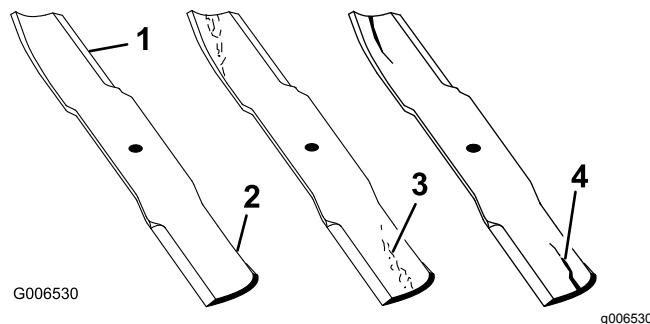

Figura 46
1. Inspeccione los filos de corte (Figura 46).
2. Inspeccione las cuchillas, especialmente la parte curva (Figura 46).
Nota: Si observa daños, desgaste o la formación de una ranura en esta zona (Figura 46, 3 y 4), instale inmediatamente una cuchilla nueva.